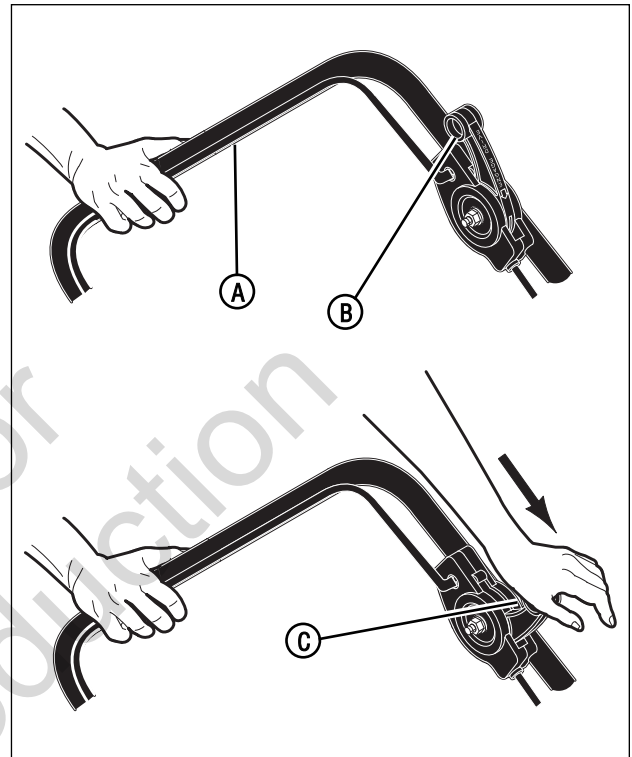

Figura 17: Operación del sistema de tracción de las ruedas delanteras
1. Sostenga la palanca de parada del motor en la posición de operación (**A**, Figura 17).
4. *Sólo los modelos autopropulsados* - Verifique que la palanca del sistema de tracción está en la posición desactivada (B, Figura 17).